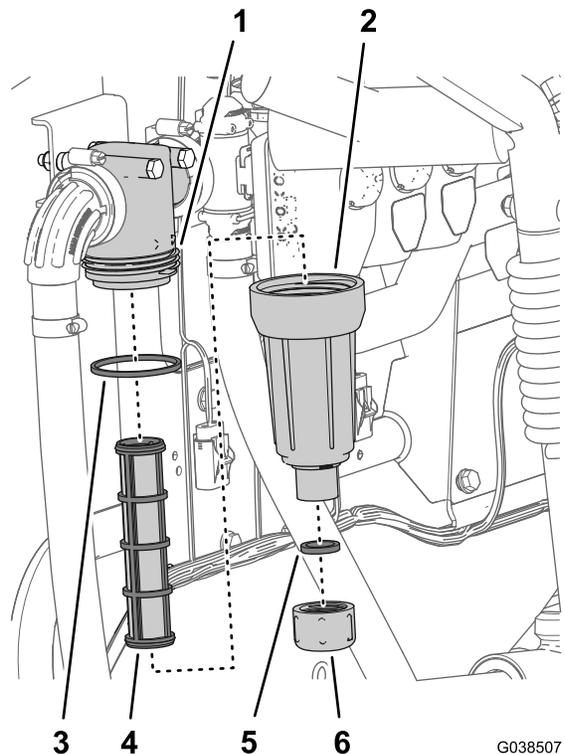

図 110
2. 圧力フィルタの下に受け容器をおく 図 110。
3. 圧力フィルタのボウルについているドレンキャップを左に回して外す 図 110。
4. ボウルを左に回してフィルタヘッドから外す 図 110。
5. 古い圧力フィルタエレメントを外す 図 110。
6. ドレンキャップのOリングボウルのねじ溝付きフィッティングとボウルのOリングに傷や破損がないか点検する 図 110。
7. 新しい圧力フィルタエレメントをフィルタヘッドに取り付ける 図 110。
8. フィルタヘッドにボウルを取り付けて手締めする 図 110。
9. ボウルにキャップを取り付けて手締めする 図 110。